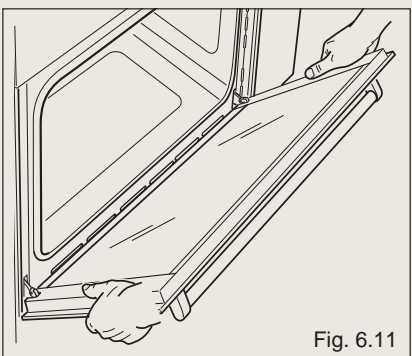

Fig. 6.11
- * Tenez la porte (fig. 6.11).